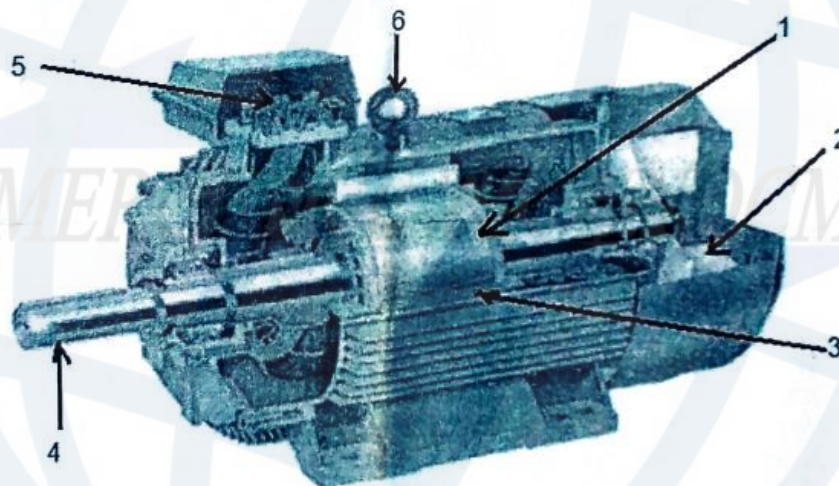

Figure 1
1. Un circuit terminal de productique comprend un tapis roulant qui sert à acheminer les bouteilles de gaz rempli au poste de déchargement. Ce tapis est mû en rotation par l'actionneur représenté à la figure 1 ci-dessous :
2. Donner les noms et rôles des éléments repérés dans la figure 1 (présenter les réponses sous forme de tableau comme indiqué ci-dessous).